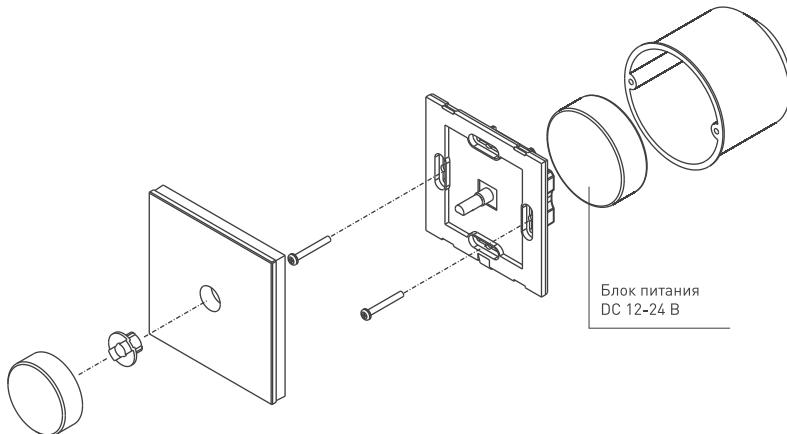

Рис. 2. Крепление панели и установка блока питания.
3.3. Закрепите панель в месте установки [Рис.2], для чего: